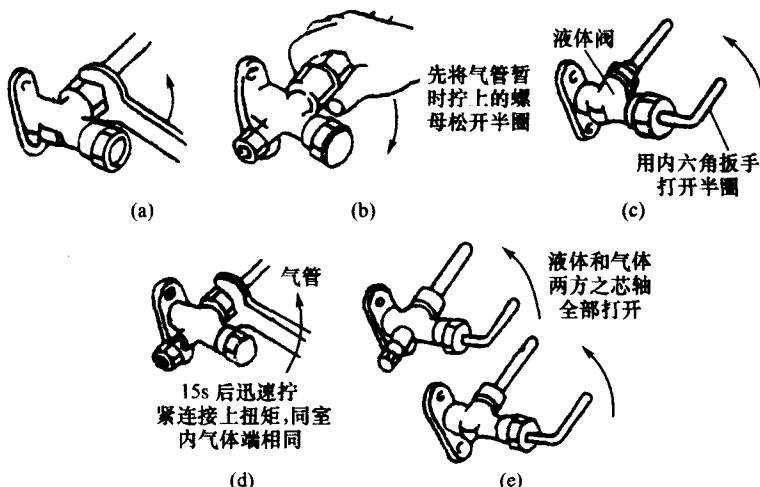

图1-3 排除系统管道空气的操作方法
空调器的室内、室外机连接好后,要排除系统管道中的空气,才能达到良好的制冷效果。通常的做法是采用室外机组里的制冷剂来排除室内机组的空气。排除系统管道空气的操作方法,如图 1-3 所示。
- (1) 首先把室外机组的低压液体管锁母拧紧,如图 1-3(a)所示。
- (2) 将暂时拧上的低压气管锁母松开半圈,如图 1-3(b)所示。
- (3) 用万能扳手拧下 2 个低压截止阀外的保护螺帽。用内六角扳手打开液体阀门(如图 1-3(c)所示)时,当听到氧化的制冷剂泄出“嘶”声后,过 15s 立即关闭截止阀,如图 1-3(d)所示。这时应有气体从已松开的低压气体管锁母处排出,等“嘶”声渐渐消失后,重新将液体截止
(4) 管路中空气排净后,立即拧紧低压气管锁母。
(5) 用内六角扳手,把液体和气体2个截止阀逆时针方向全部打开,如图1-3(e)所示,然后拧上阀端的密封保护帽。